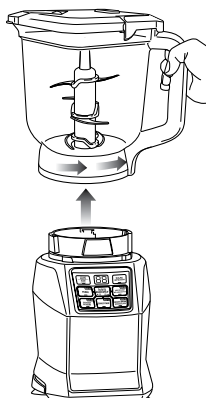

Fig. 7
- 14 Tournez le pichet dans le sens antihoraire pour l'enlever, et retirez-le ensuite de la base. (Fig. 7)